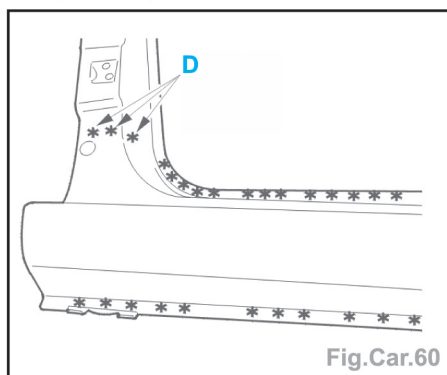

Fig.Car.60
- Découper par fraisage des points (2 épaisseurs de tôle, suivant **D**) (Fig.Car.60).